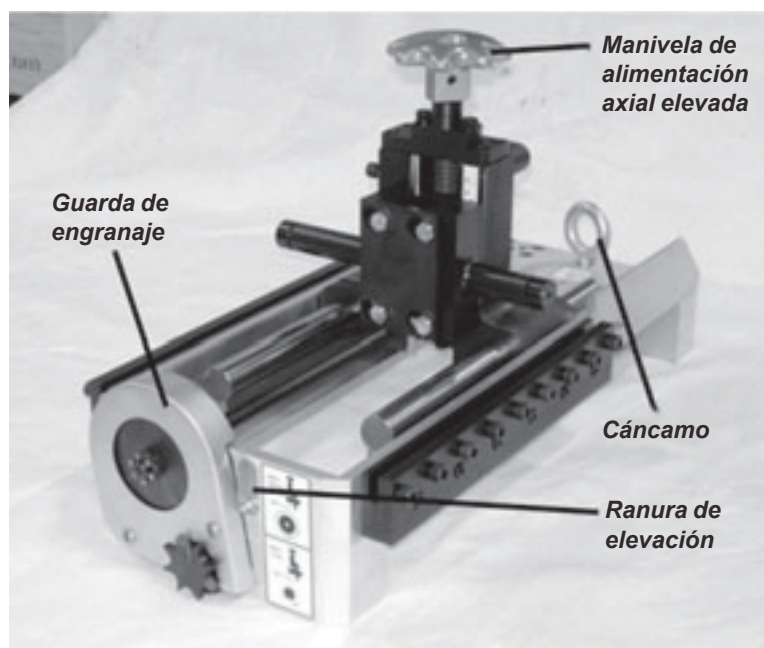

Figura 2-1. La foto ilustra las funciones de seguridad del puente portaherramientas.
El puente portaherramientas incorpora las funciones ilustradas en la Figura 2-1 para reducir los riesgos de operación.
- Todos los modelos de puente portaherramientas están equipados con un cáncamo y una ranura de elevación, mostrados en Figura 2-1, para afianzar el portaherramientas al dispositivo de elevación. Al momento de usar un dispositivo de elevación, siempre debe afianzarlo en estos puntos.